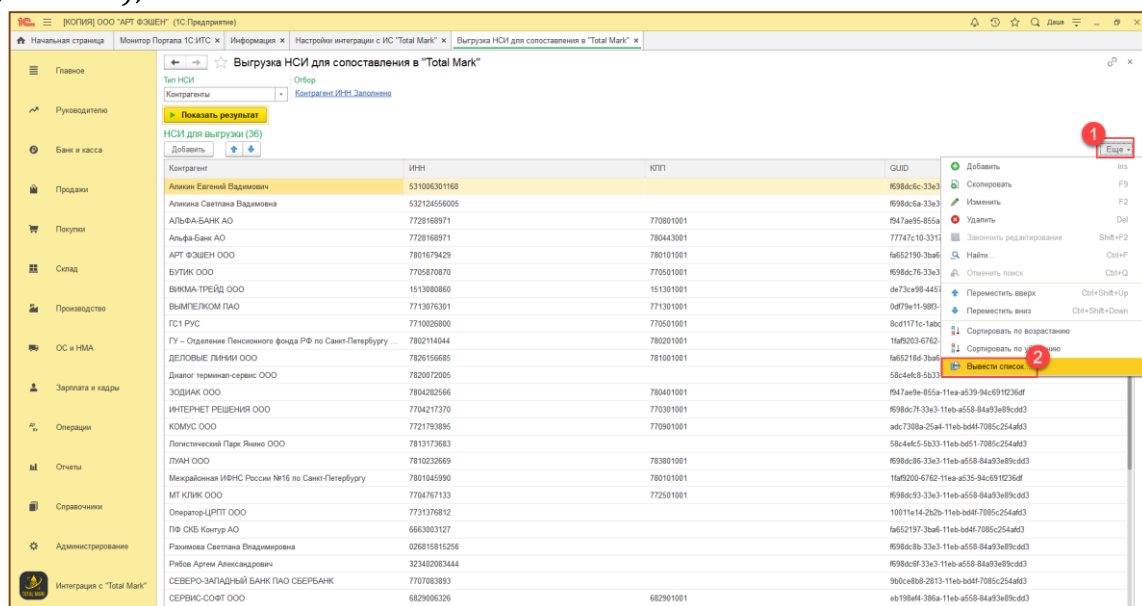

Рис. 4-8 - Сопоставление НСИ
- Нажать «Еще»/ «Вывести список». Скопировать полученную таблицу с GUID (Рис. 4-8, Рис. 4-9);